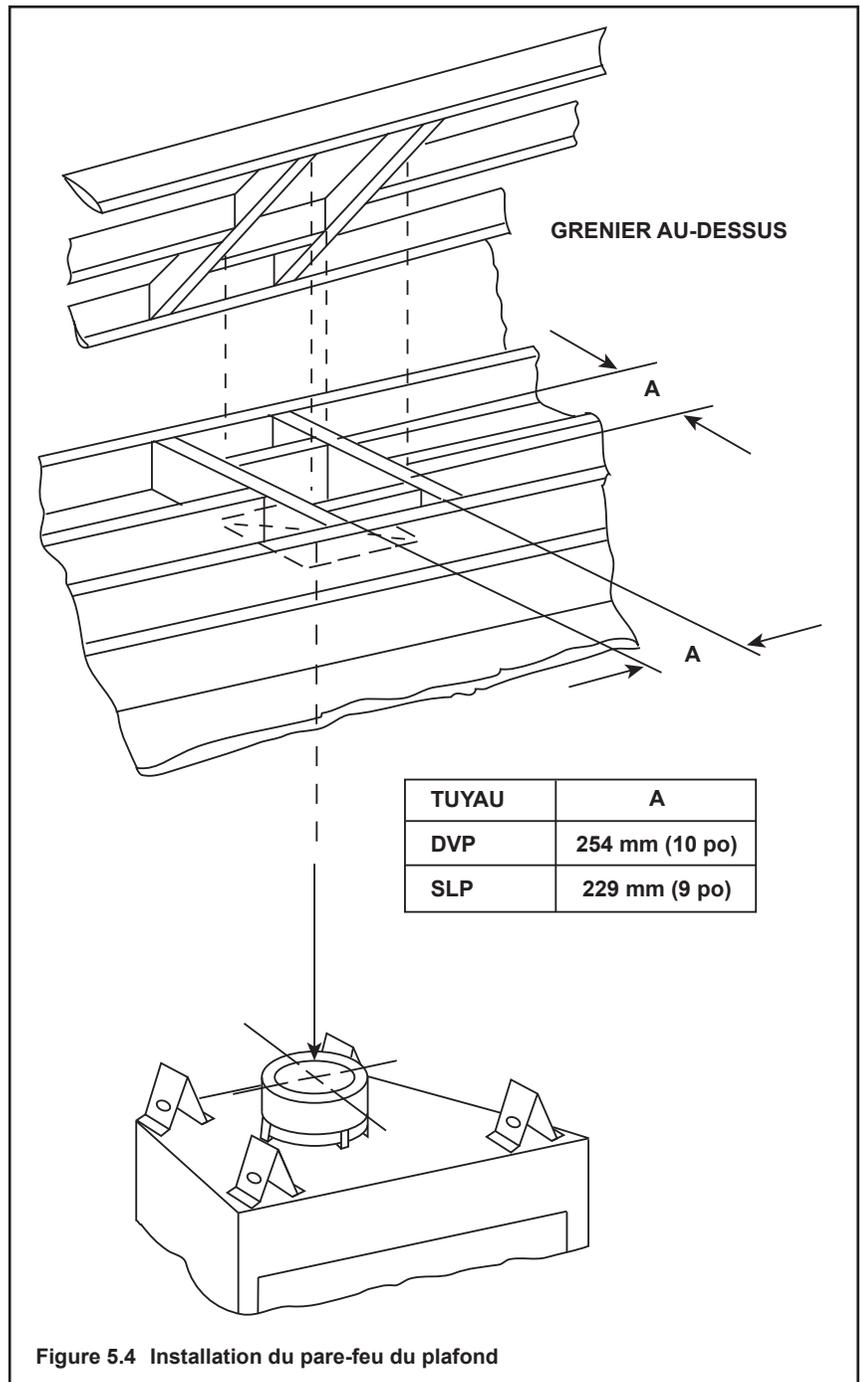

Figure 5.4 Installation du pare-feu du plafond
- **Conduite DVP seulement** - encadrez une ouverture de 254 mm x 254 mm (10 x 10 po) chaque fois que la ventilation pénètre un plancher/trou (voir la figure 5.4).
- **Conduit SLP seulement** – Ouverture du coffrage 229 x 229 mm (9 x 9 po) quand le conduit d'évacuation traverse un plancher/plafond (voir la figure 5.4).